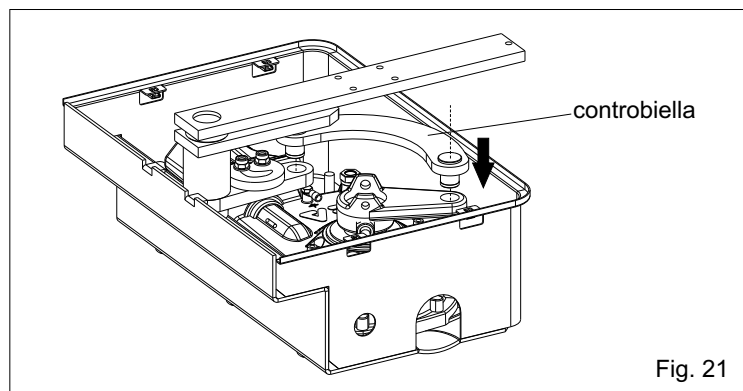

Fig. 21
N.B.: Ingrassare bene i fori e rispettare il verso d'inserimento della controbiella (Fig. 21).